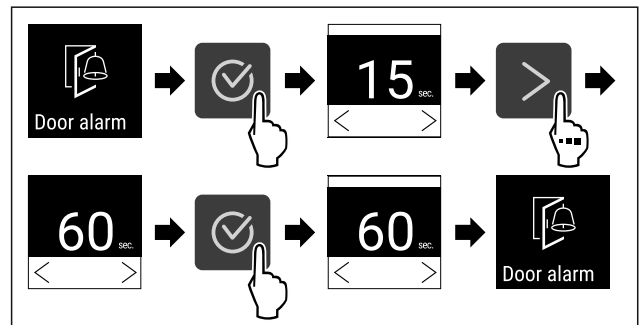

Fig. 104
- ▶ Atlikite veiksmus (žr. Fig. 104) .